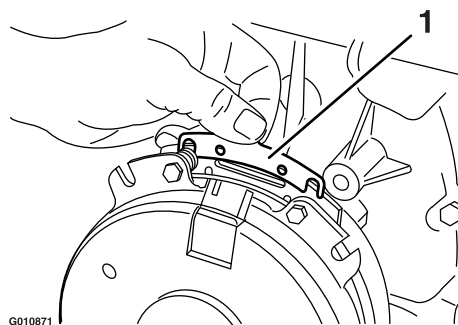

Figura 79
- B. Utilizando um alicate de pontas finas, ou com a mão, prenda a patilha e retire o calço (Figura 79).
Remova qualquer acumulação de relva, sujidade e outros detritos do filtro do motor. Isto ajuda a assegurar a refrigeração adequada e a velocidade correta do motor e irá reduzir a possibilidade de sobreaquecimento e danos mecânicos no motor (Figura 79).